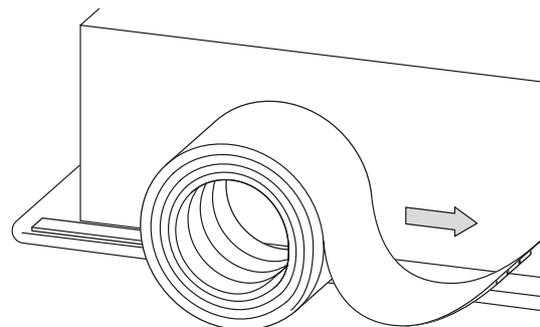

Abb. C-5 Aufbringen des Dichtungsbands
- ▶ Bringen Sie das mitgelieferte Dichtungsband auf der Unterseite des Rands auf (siehe Abbildung C-5).